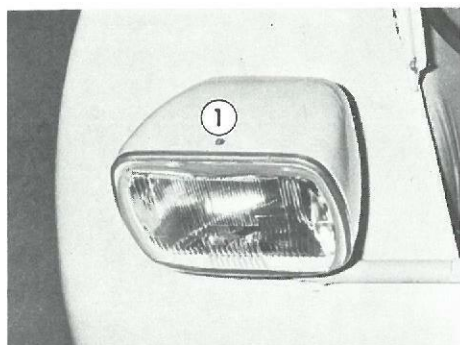

Fig. 33 - Projecteurs
- Faire pivoter le bloc optique et le revisser sur le projecteur (Fig. 33).